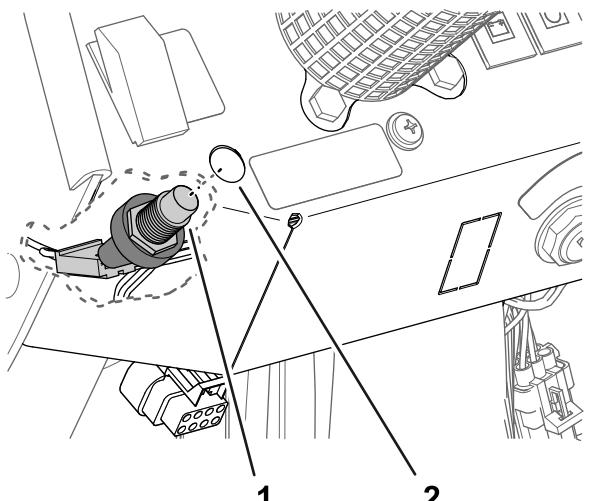

Bild 26
5. Fluchten Sie unter dem Armaturenbrett das Gehäuse des Hupenschalters durch das Loch (Bild 26) im Armaturenbrett aus, das Sie in Schritt 1 gemacht haben.